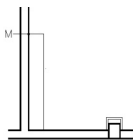
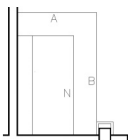
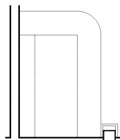

图 4.53 绘制酒柜
图 4.54 绘制吧台
图 4.55 倒圆角
(1) 如图 4.53 所示, 用【矩形】命令绘制 400mm×2600mm 的酒柜。
(2) 打开【正交】和【对象捕捉】功能, 在命令行输入 “PL” 后按 Enter 键, 启动【多段线】命令, 当前线宽为 “0”。
① 在指定起点: 提示下, 捕捉如图 4.53 所示的 M 点, 作为多段线的起点。
② 在指定下一个点或 [圆弧(A)/半宽(H)/长度(L)/放弃(U)/宽度(W)]: 提示下, 将光标水平向右拖动, 输入 “1475” 并按 Enter 键, 绘制出第一段多段线。
③ 在指定下一个点或 [圆弧(A)/半宽(H)/长度(L)/放弃(U)/宽度(W)]: 提示下, 将光标垂直向下拖动, 输入 “2600” 并按 Enter 键结束命令, 绘制出如图 4.54 所示的 N 线, 按 Enter 键结束命令。
(3) 启动【偏移】命令，将 N 线向右偏移 600mm，结果如图 4.54 所示。
(4) 单击【修改】工具栏上的【圆角】图标  或在命令行输入“F”并按 Enter 键，启动【圆角】命令，查看命令行：
① 在选择第一个对象或 [放弃(U)/多段线(P)/半径(R)/修剪(T)/多个(M)]: 提示下，输入“R”并按 Enter 键，表示要修改倒角半径。
② 在指定圆角半径 <0.0000>: 提示下，输入“600”并按 Enter 键，表示将倒角半径修改为 600mm。
③ 在选择第一个对象或 [放弃(U)/多段线(P)/半径(R)/修剪(T)/多个(M)]: 提示下，选择图 4.54 中 A 线的偏右端处。
④ 在选择第二个对象，或按住 Shift 键选择要应用角点的对象: 提示下，选择图 4.54 中 B 线的偏左端处，结果如图 4.55 所示。